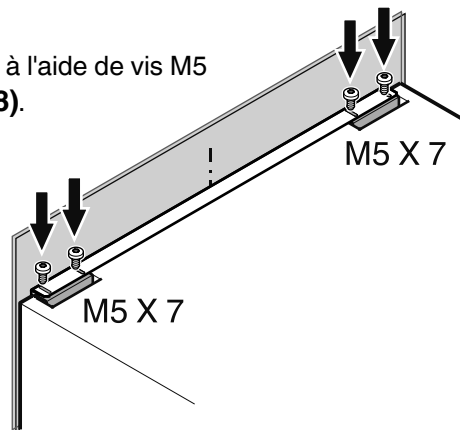

Figure 18
4. Fixer l'appareil à l'aide de vis M5 x 7 (Figure 18).